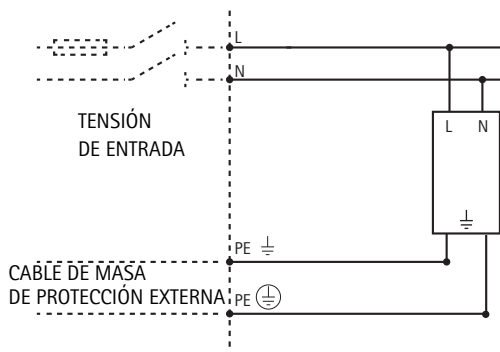

Fig. 4
- Solo versión internacional.** Vea la Fig. 4.